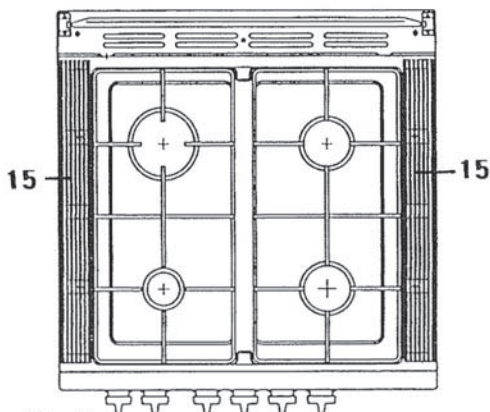

Abb. 21
Hierzu sind die Warmluftgitter 15 (Abb. 21) und die ggf. darunterliegenden Siebe abzunehmen und die nun zugänglichen seitlichen Kanäle mit einer längeren flachen Bürste oder mittels einer auf den Staubsauger gesteckten Flachdüse zu reinigen.
- 9.2.3 Warmluftgitter 15 (Abb. 21) und die ggf. darunterliegenden Siebe nach oben abziehen.